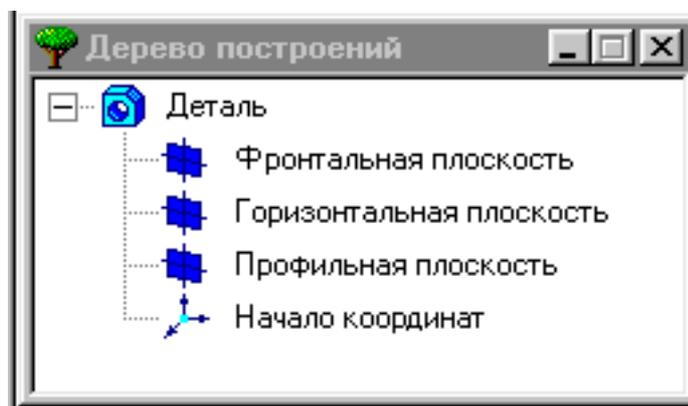

Рисунок 71
1. Для создания файла твердотельной детали необходимо выполнить команды: **Файл — Создать — Деталь**, — и на экране появится **Дерево построений** детали (рисунок 71).